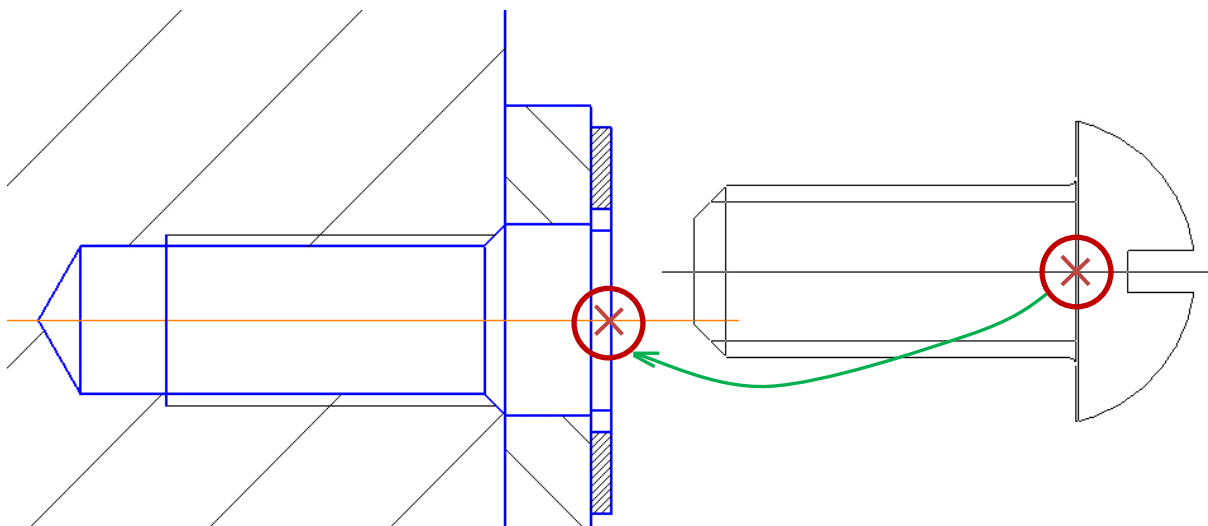

Рис. 4.58. Вставка винта на разрезе
- Разместите винт на чертеже, совместив базовые точки, как показано на рис. 4.58.